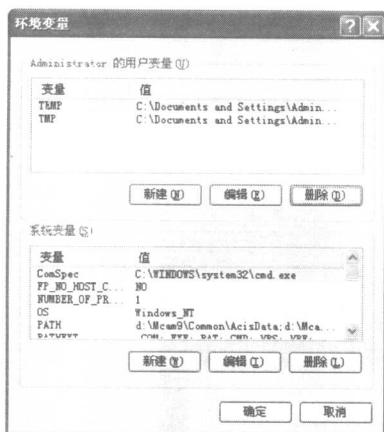

图 1-1 【环境变量】对话框
(1) 通过修改环境变量, 使安装的 Pro/ENGINEER Wildfire 3.0 为中文版操作界面。
(2) 在 Windows XP 桌面上右击【我的电脑】/【属性】选项, 弹出【系统属性】对话框, 接着选择【高级】选项卡, 然后单击  按钮, 则弹出【环境变量】对话框, 如图 1-1 所示。